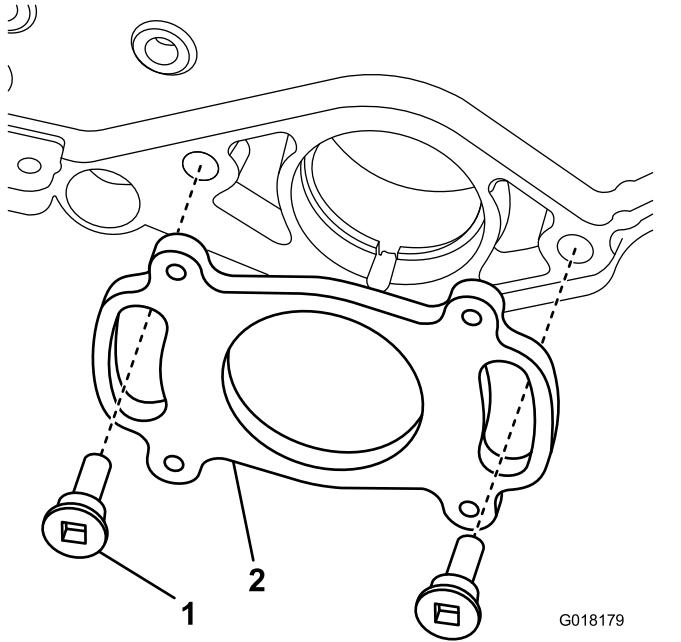

Figura 8
1. Fissate la piastra di montaggio posteriore utilizzando 2 bulloni di spallamento come illustrato nella Figura 8.